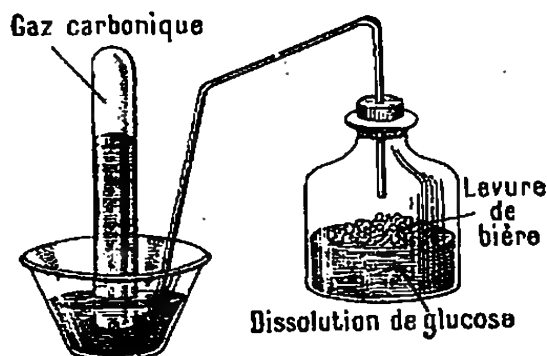

Fig. 436. — Fermentation alcoolique.
4. Fermentation alcoolique. — Des jus sucrés, abandonnés à eux-mêmes, à une température de 25 ou 30 degrés, s'échauffent et se mettent à bouillonner : on dit qu'ils entrent en *fermentation* (fig. 436).